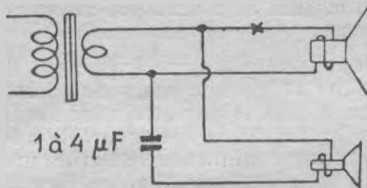

Fig. 10. — DIVISEUR SIMPLE BASSES-AIGUES.
C'est justement ce qu'il convient de faire pour apprendre la musique à un petit récepteur populaire muni d'une lampe de sortie capable de fournir un peu de puissance : son HP tout petit sera utilisé comme « tweeter » et on lui adjoint un HP supplémentaire aussi grand que possible pour faire justice aux basses. On trouvera page 198 toutes indications pour partager correctement la sortie entre les deux appareils. Plus simplement, on pourra se contenter du diviseur de la figure 10. Bien entendu, le transfo de sortie aura le rapport correct : *grosso modo*, l'impédance totale des deux bobines mobiles en parallèle est presque égale, dans le grave et le médium, à celle du gros HP seul à cause de l'impédance importante du C en série avec le petit (4 microfarads font environ 40 ohms à 1.000 c/s et 80 à 500 c/s). Pour obtenir le rapport du transfo de sortie, il suffira donc de diviser l'impédance de sortie par celle du HP, puis de prendre la racine carrée du quotient.
*Exemple : une 6 V 6 alimente deux HP suivant figure 10, impédances 6 et 12 ohms. Les tableaux des lampes donnent pour cette lampe une impédance de charge de 5.000 ohms. Nous calculons :*